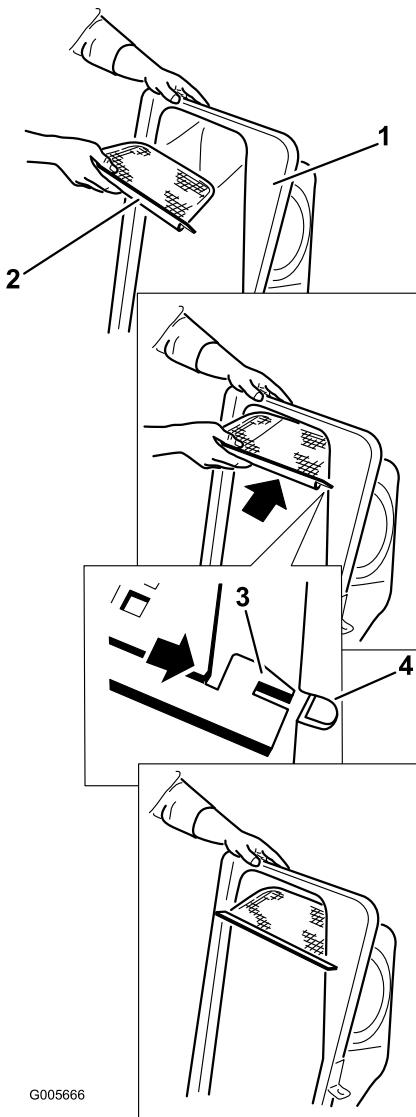

図 10
- 図 10のようにスクリーンを、集草バッグ側へ傾斜するように取り付ける。